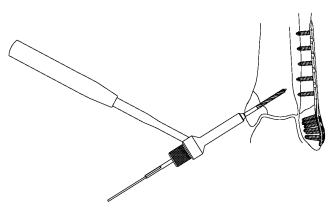
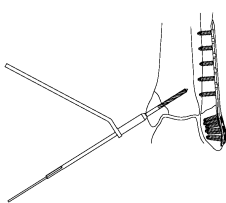

図 27-1
図 27-2
- 4) 4.0CCS 用ドリルによる穴あけを行います (図 27-1)。3.0 ドリルガイド (S) を用いた穴あけも可能です (図 27-2)。